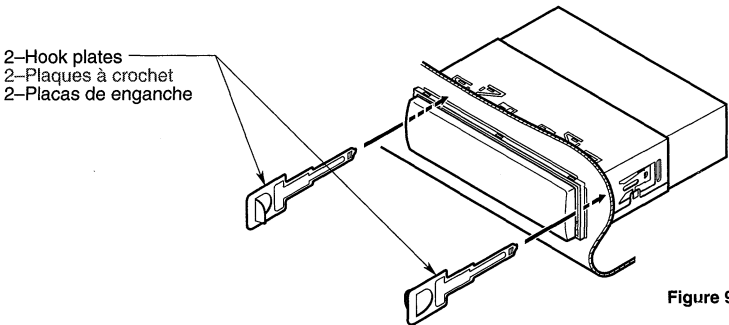

Figure 9 / Figure 9 / Figura 9
3. Insert and lock the hook plates (Figure 9).
3. Insérer et verrouiller les plaques à crochet (Figure 9).